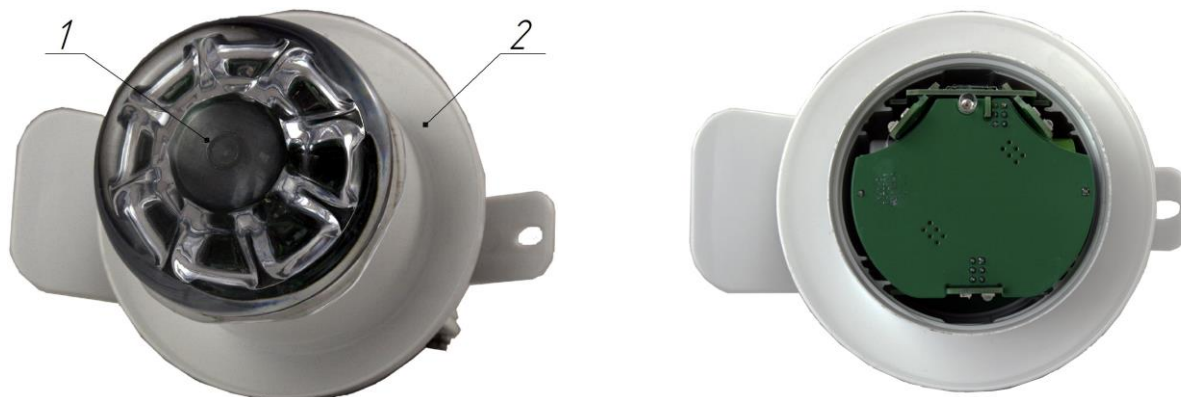

Рисунок 2.1
1) Открутить нижнюю крышку – 1 с корпуса – 2 (Рисунок 2.1);